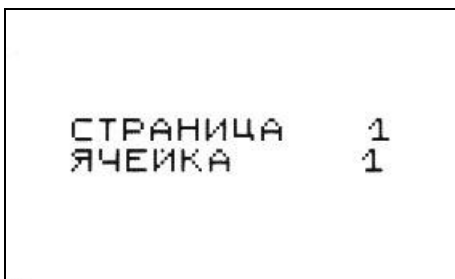

Рис. 14
- клавишами "Стрелка вверх" и "Стрелка вниз" установить курсор на символ дискеты в левой части экрана и нажать клавишу "Ввод". После этого на индикаторе появится номер (адрес) ячейки и текущей "страницы" памяти, в которую записан результат (Рис. 14).